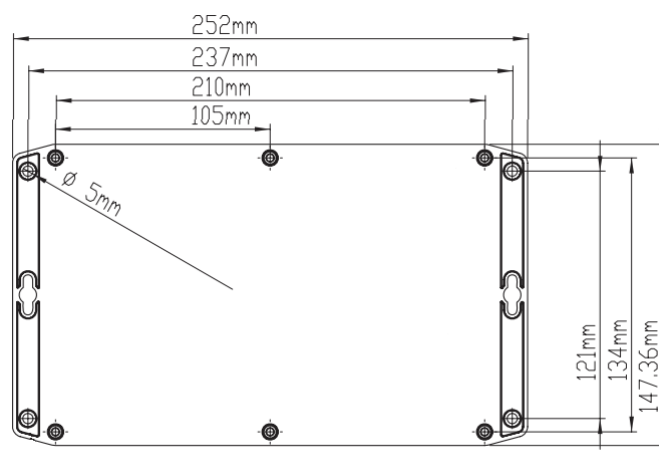

Рис.4
5. Подключить аварийный блок со светильником к сети 230 В, подключение производить при отключенном питании. Установочные размеры аварийного блока указаны на рис.4 Для правильного подключения, провода имеют цветовую идентификацию: